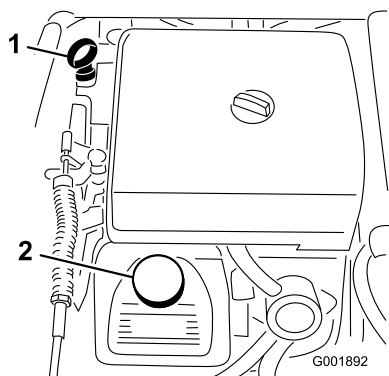

図 46
2. ディップスティックを抜き、ウェスで一度きれいに拭く(図 46)。ディップスティックを、チューブの根元までもう一度しっかりと差し込む。ディップスティックを引き抜いて油量を点検する。
3. オイルの量が不足している場合は、バルブ・カバーについている補給口のキャップ(図 46)を取り、ディップスティックの FULL マークまで補給する。補給するときは、ディップスティックで確認しながら少量ずつ入れる。入れすぎないように注意してください。
8. 所要量の約 80% のオイルを補給口から入れる (図 46)。